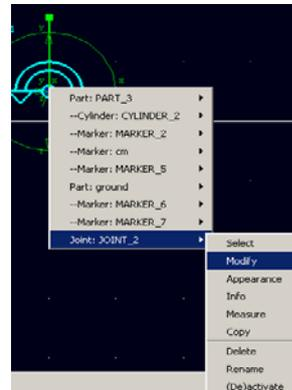

图 5-1 旋转副属性修改命令
5.2 对小齿轮的进行运动分析。因为大齿轮的齿数为 $z_1 = 50$ ，小齿轮的齿数 $z_2 = 25$ ，模数 $m = 4mm$ ，因此根据机械原理可以知道，对于标准外啮合渐开线直齿圆柱体齿轮传动，小齿轮的转速为大齿轮的 2 倍。对小齿轮的旋转副 JOINT_2 进行角位置分析。在 ADAMS/View 工作窗口中用鼠标右键点击小齿轮的旋转副 JOINT_2，选择 Modify 命令，如图 5-1 所示，在弹出的修改对话框中选